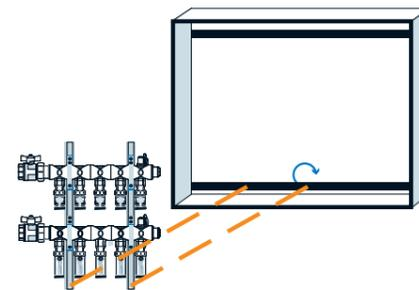

Figure 5: Installez le collecteur sur le rail inférieur
3. Pour installer l'ensemble collecteur sur le rail inférieur du boîtier, inclinez le haut de l'ensemble vers l'avant et poussez le bas vers l'arrière, afin que le bas des supports verticaux glisse derrière le rebord du rail inférieur (voir **Figure 5**).